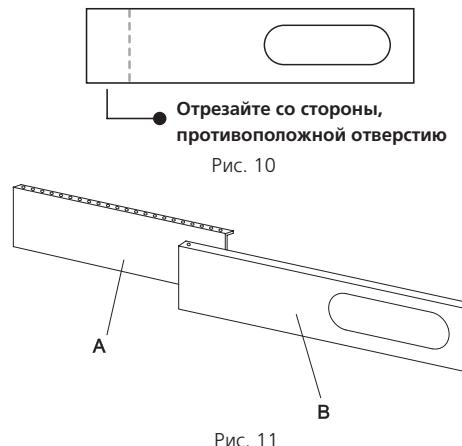

Рис. 11
Составные части кронштейна (см. Рис. 11):
- Соедините панели A и B согласно Рис. 11, отрегулируйте в соответствии с шириной окна. После этого убедитесь, что между кронштейном и окном нет зазоров.